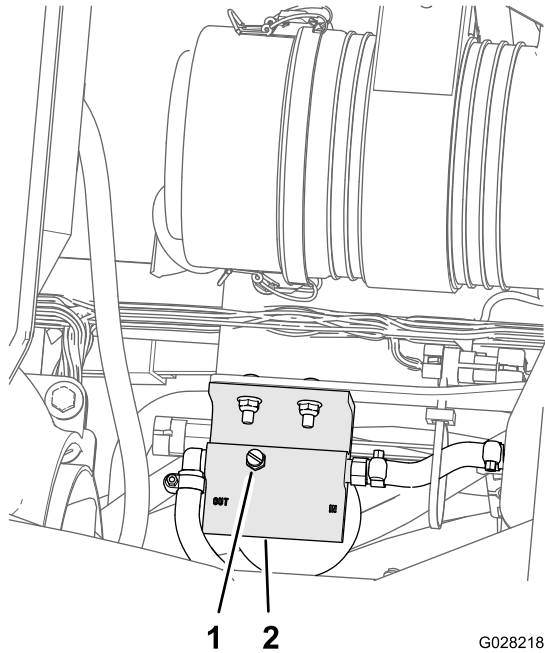

Figure 78
5. Dévissez le bouchon d'aération sur le séparateur d'eau/carburant (Figure 78).
7. Serrez le bouchon d'aération et tournez la clé dans le commutateur d'allumage en position ARRÊT (Figure 78).